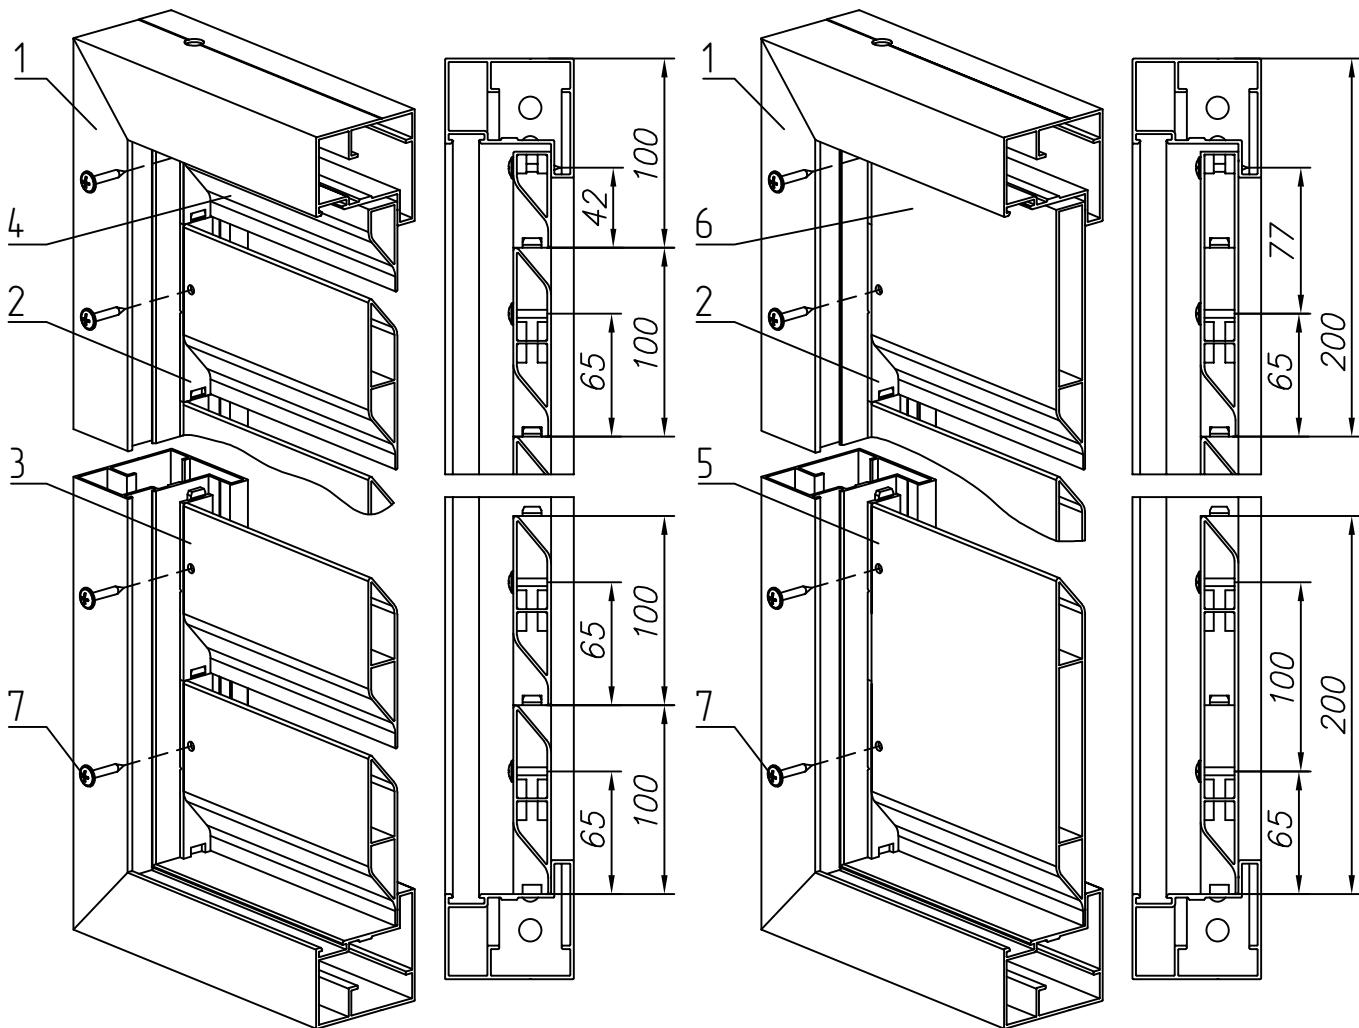
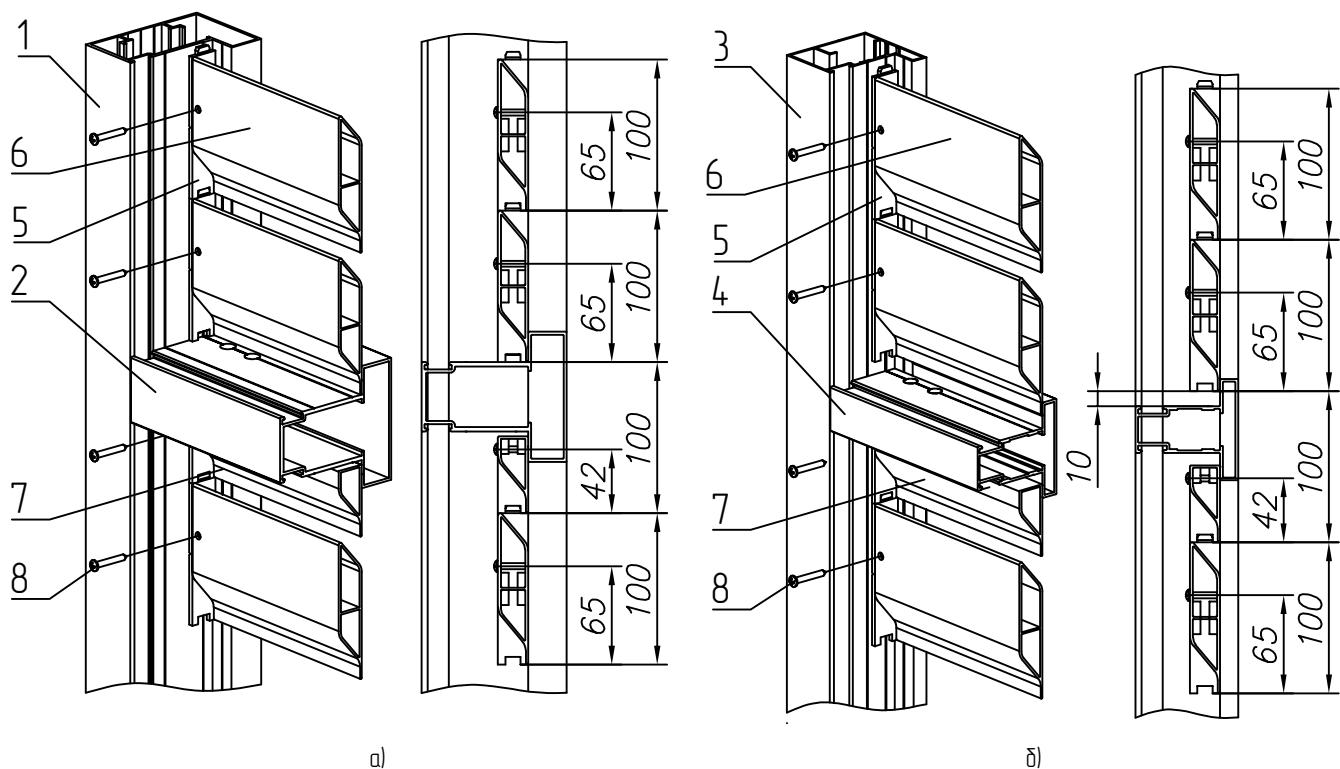

Рис. 8.20 – заполнение из алюминиевых профилей "жалюзи":
Рис. 8.21 – заполнение из алюминиевых профилей "жалюзи":
Через отверстия в установленных профелях заполнения просверлить отверстия Ø 3,2...3,5 мм в одной стенке створки 1 (рис.8.20) или стойки 1 (рис.8.21) и зафиксировать винтами самонарезающими 3,9x28 ISO7049.
- нижнее окно заполняется аналогично изделию без импоста (рис.8.20),
- при изготовлении изделия на профиле 96мм нижний профиль заполнения устанавливается плотно к импосту (рис.8.21а),
- при изготовлении изделия на профиле 68мм нижний профиль заполнения устанавливается на расстоянии 10мм от импоста (рис.8.21б).